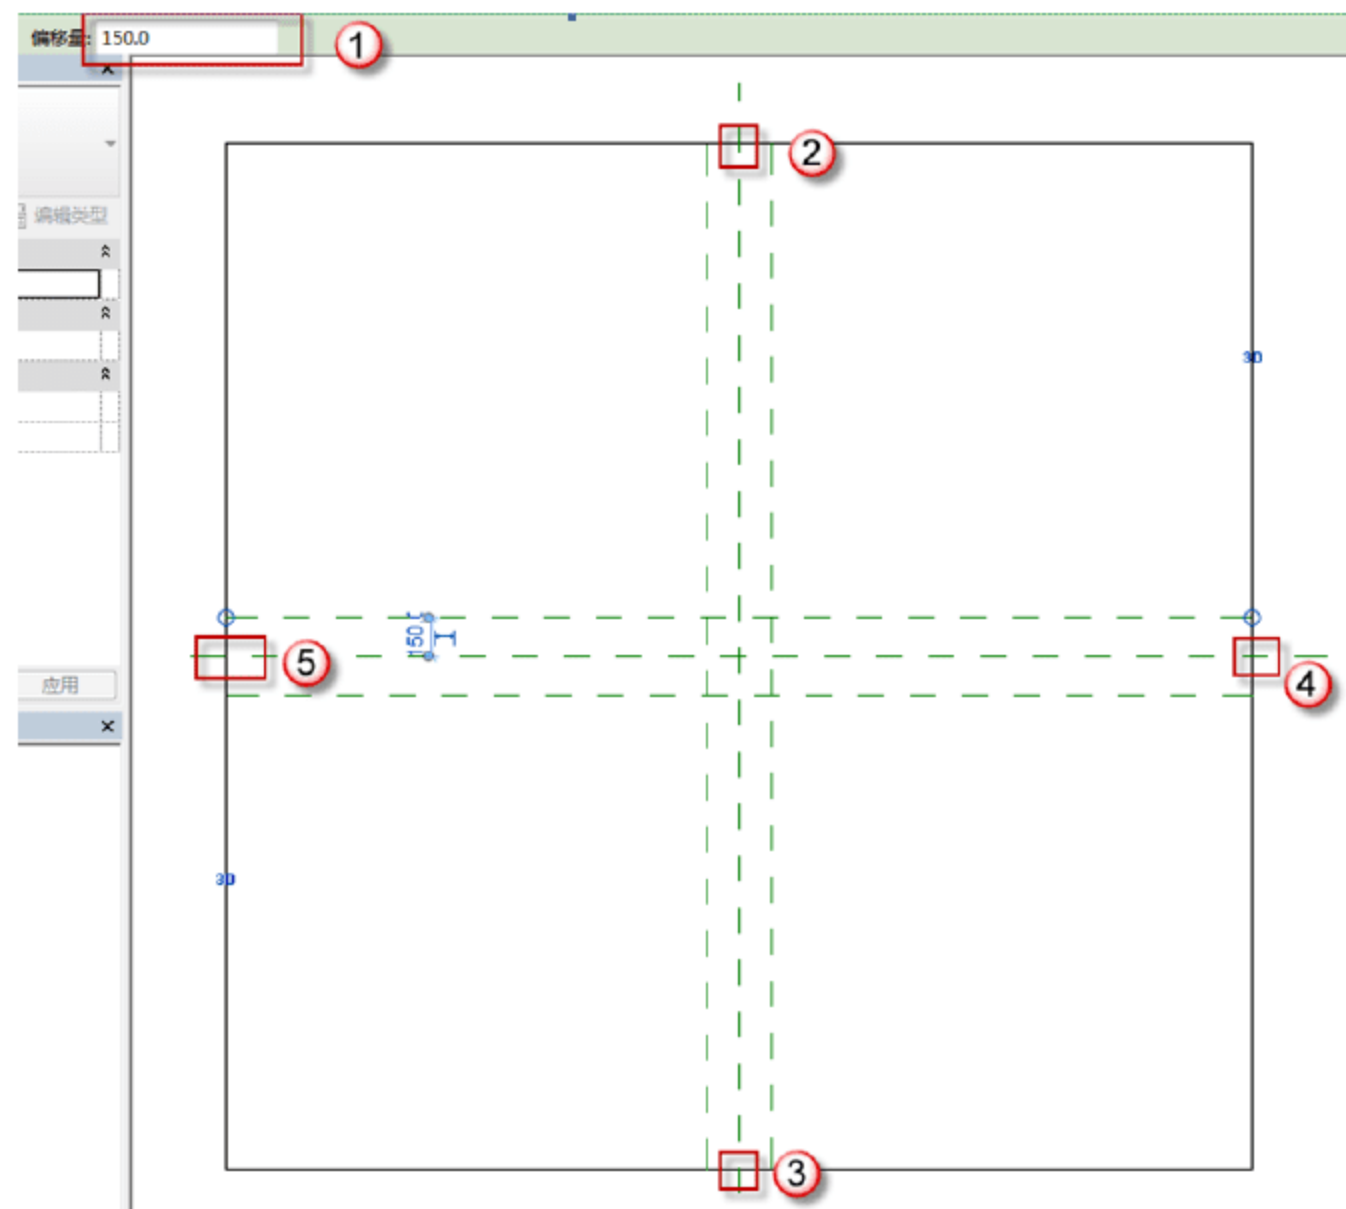

图 12.4.9 创建辅助线
(2) 创建参照标高平面辅助线。进入 Revit 编辑界面后，按快捷键 R+P，更改偏移数值为“125”，画出两条纵向辅助线。接着再将偏移数值更改为“150”，画出两条横向辅助线，如图 12.4.9 所示。